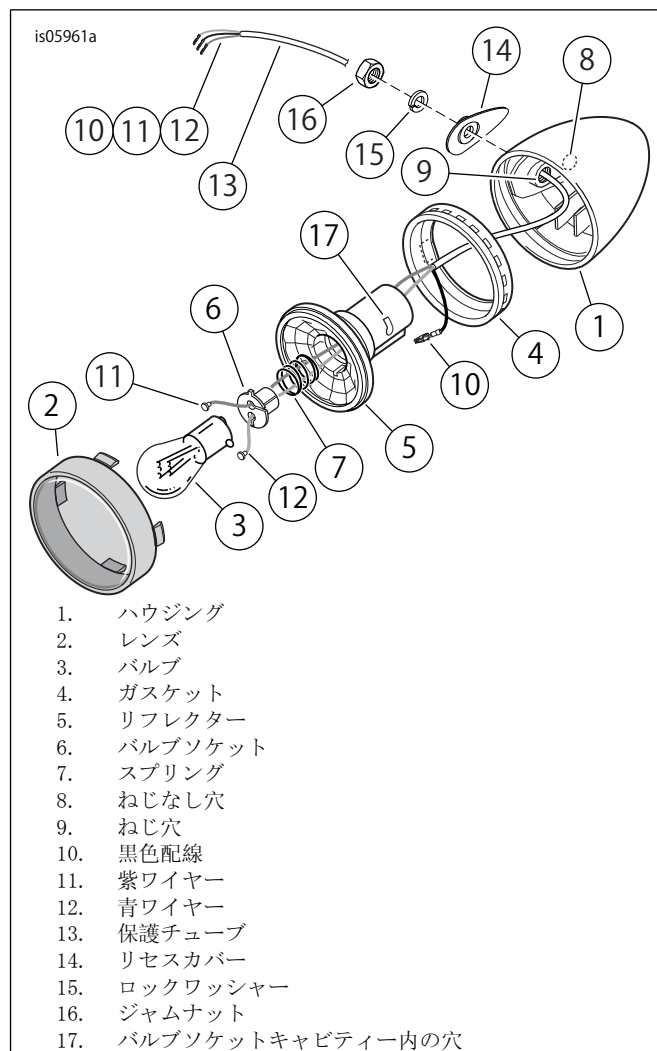

図2. ストップ/テール/ターニングナルランプ(右側を表示)
9. 「図2」を参照してください。小型のドライバーを左側STTランプのレンズ(2)底部のスロットに挿入し、ひねってハウジング(1)からレンズを外します。バルブ(3)を押しこみ反時計方向に回して外します。後の取り付けで使用するため、レンズとバルブは保管します。